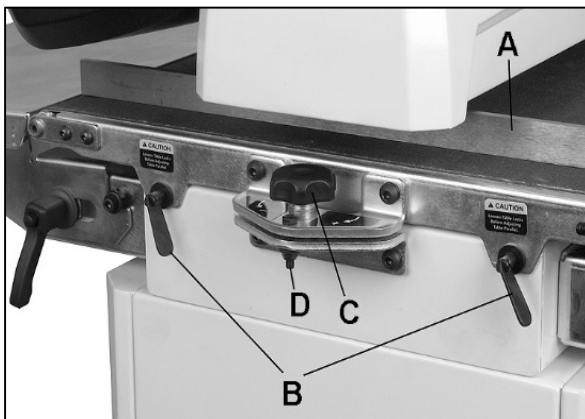

Abb. 8-4: Parallel Ausrichten der Trommel
3. Die Lehre auf der Außenseite der Trommel (A, Abb. 8-4) zwischen Trommel und Vorschubtisch einführen.